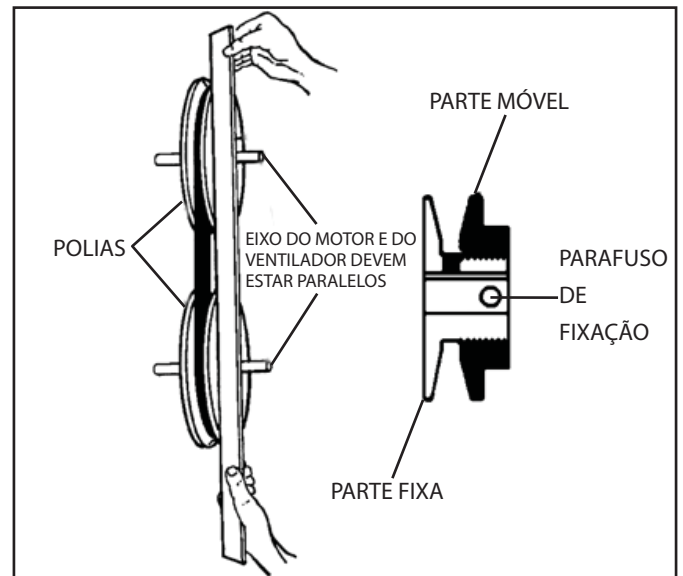

Figura 4 - Ajuste das polias.
- (2º) Afrouxe o parafuso de fixação da parte móvel da polia do motor (veja Figura 4).